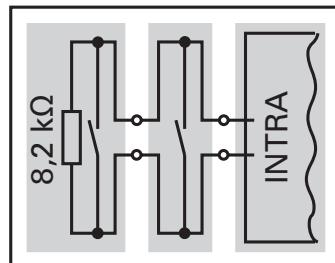

Fig.10
- lorsque plusieurs profils sensibles sont utilisés sur la même entrée, ceux-ci doivent être connectés en série (fig.10)
- le dernier profil sensible doit être fermé avec une résistance de 8,2 kOhm (fig.10)